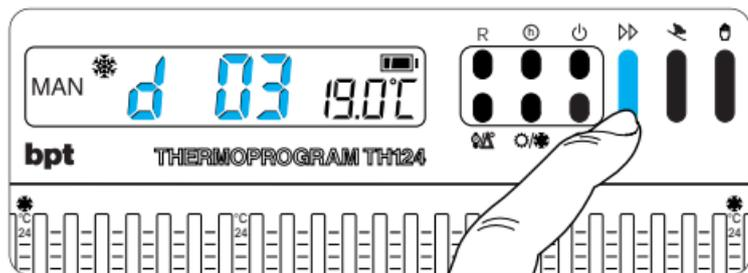

Fig. 32
9.6 - Premere il pulsante  (fig. 32) sino a che non si raggiunga il numero di giorni desiderato da 1 a 99.